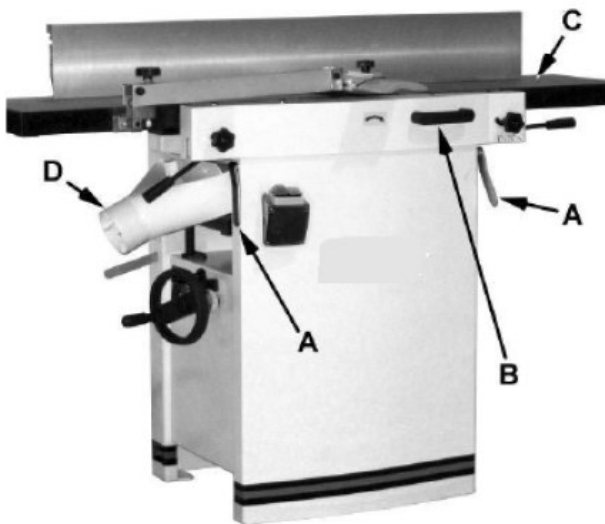

Abb. 5-1: Umstellung von Abricht- auf Hobelmaschine
1. Hierzu wird zunächst der Entriegelungsknopf (Pos. F, 5-2) betätigt und die Absaughaube (Pos. D, G) nach links geschwenkt, sodass sie sich in der in (Pos. D, Abb. 5-1) gezeigten Position befindet.
2. Danach wird die Verriegelung (Pos. E) gelöst und der Ausgabetisch (Abrichtseite) mit dem Kipparretiergriff (Pos. B) nach vorne geschwenkt, bis er sich wie in (Pos. C, Abb. 5-1) dargestellt befindet.